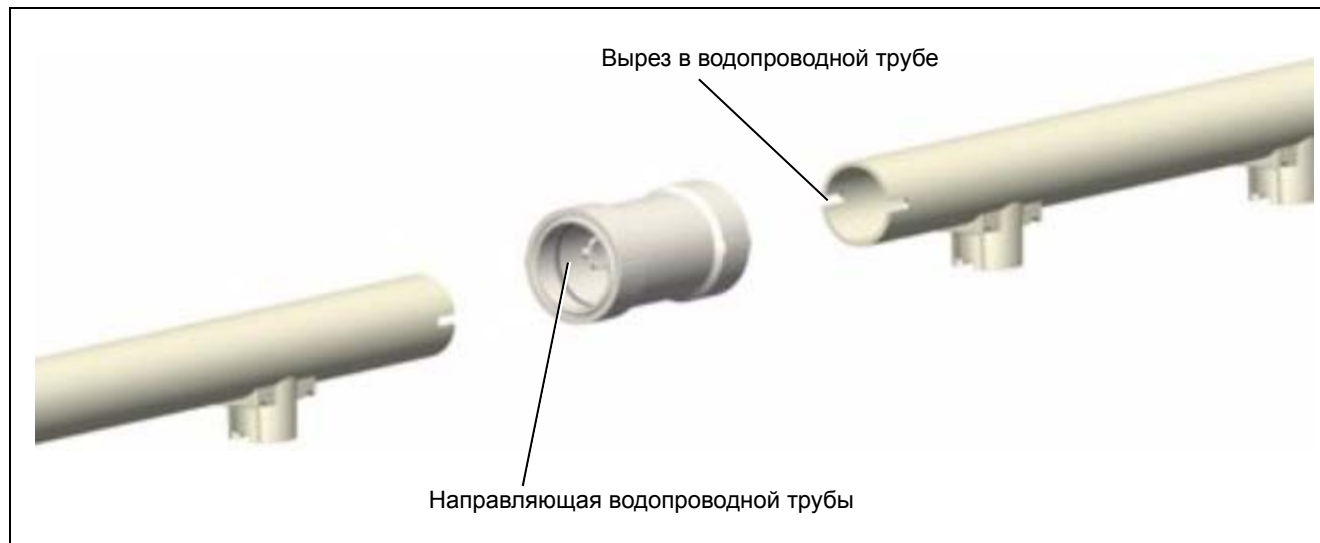

Рисунок 7Н
5. Подсоедините оставшиеся водопроводные трубы, выравнявая направляющие, надевая соединительный элемент на предыдущую трубу и вставляя следующий отрезок в соединительный элемент. (См. Рисунок 7Н.) Повторяйте Шаг 3 на стр. 23 при установке каждого отрезка водопроводной трубы.